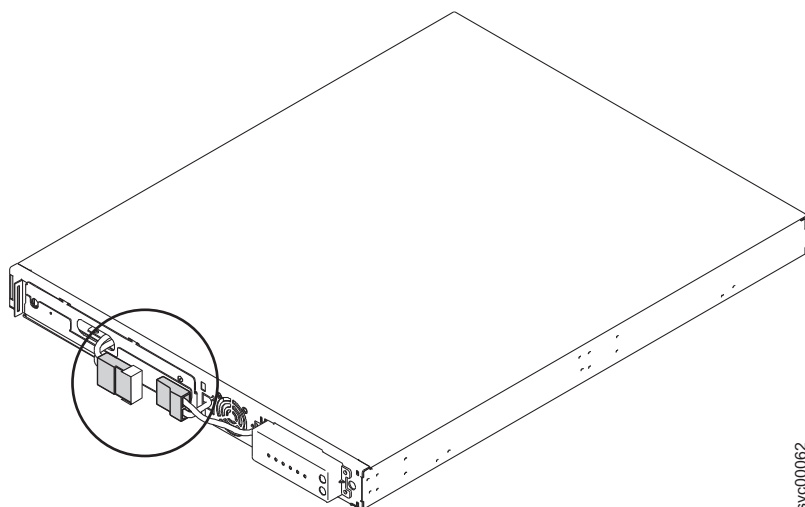

図 359. 保護テープ付きの 2145 UPS-1U 内部バッテリー・コネクター
3. 463 ページの図 359 の円内に示すように、内部バッテリー・コネクタを切り離します。